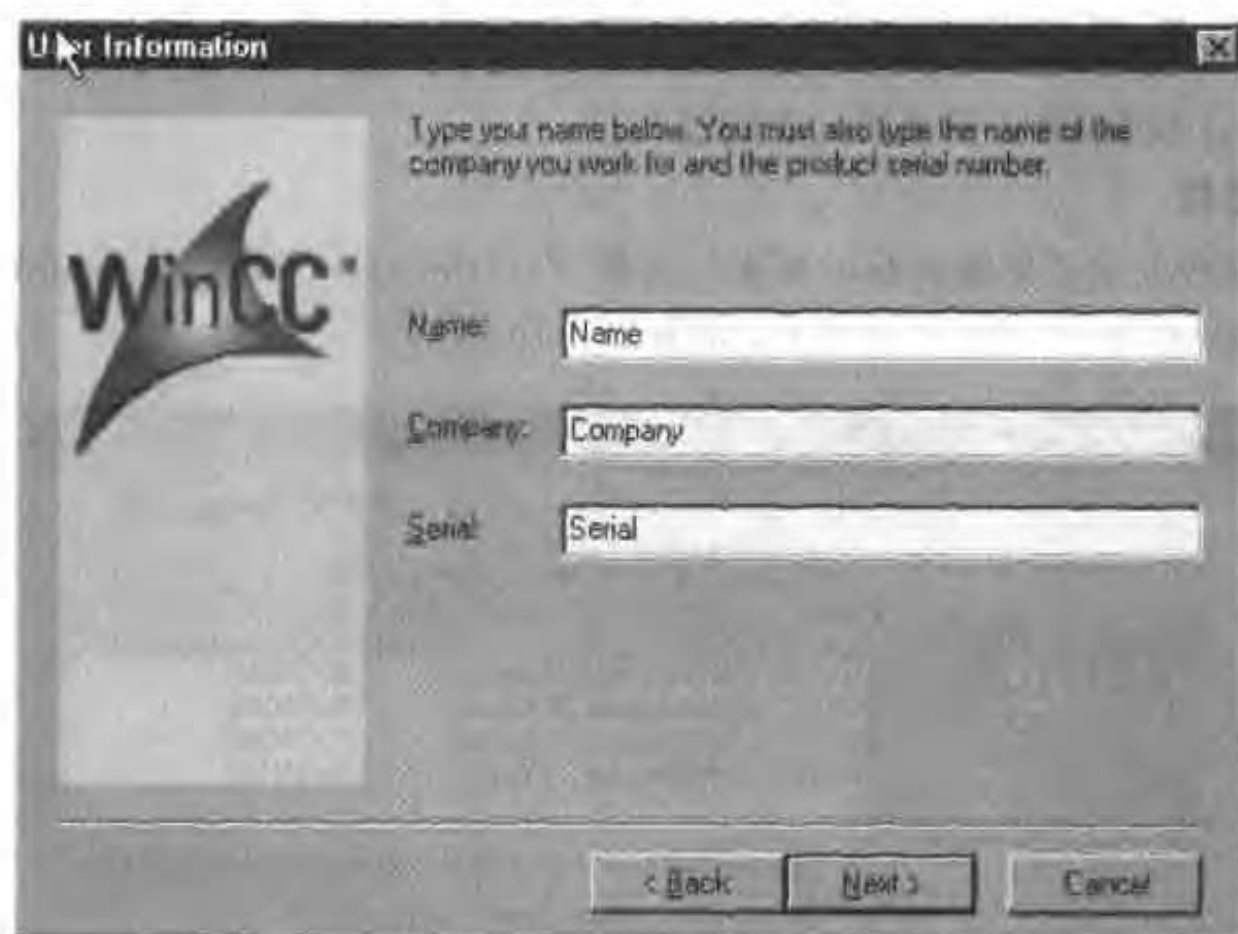

图 15-8 用户信息输入
- 在用户信息对话框内输入所需的数据,如图 15-8 所示。